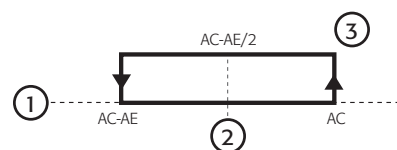

Рис. 4.1
- сигнализация о превышении допустимой разницы значений параметров Ac и AE (по следующей формуле:  $Ac-AE/2$ , см. Рис. 4.1);
- сигнализация о превышении температуры, заданной параметром Ac (см. Рис. 4.1);
**Важно:** Предупреждение "CHt" (см. параграф "5.1 Таблица предупреждений" на стр. 31) можно сбросить только вручную или включив/выключив термостат. Чтобы выключить термостат удерживайте нажатой кнопку ВВЕРХ (UP) в течении 3 секунд (если после включения термостата температура на дисплее все равно больше значения, заданного параметром "Ac", предупреждение появится снова).